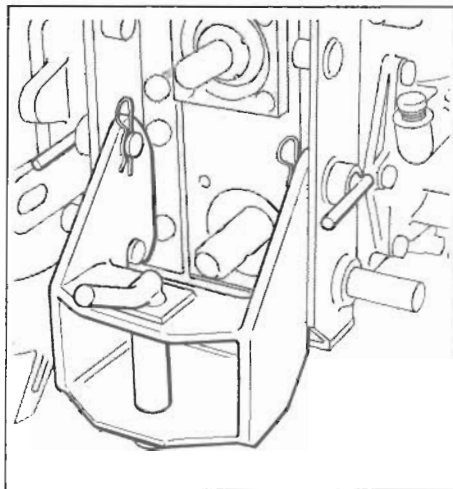

Fig. 12 - Bild 12
- b) **Per i rimorchi ad un solo asse** è consigliabile collegare il timone in una posizione bassa. Il pianale deve essere orizzontale ed il carico distribuito uniformemente (vedere la fig. 12).
- b) **For single-axle trailer:** it is recommended the drawbar be connected in low position. The platform should be in the horizontal plane and the load evenly distributed (see fig. 12).
- b) **Pour les remorques à un essieu**, il est sage de raccorder le timon en position basse. Le plateau sera horizontal et la charge à distribution uniforme (voir fig. 12).
- b) **Für Einachsanhänger** wird empfohlen die Zugdeichsel in niedriger Stellung anzuschließen. Die Pritsche muss horizontal und die Last gleichmäßig verteilt sein (siehe Bild 12).